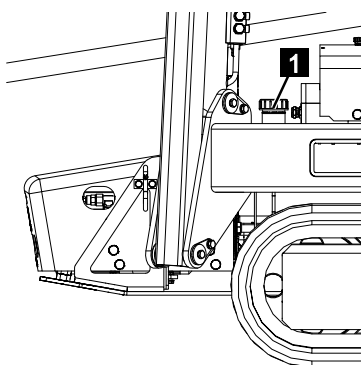

Abb. 145
5. Schraubverschluss (Abb.145/1) öffnen.